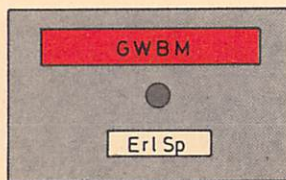

Bild 14
- (3) Ist ein von der Taktprüfeinrichtung überwachter Abschnitt besetzt, leuchtet der Gleiswechselbetriebsmelder rot (vgl. Bild 14). **Taktprüfeinrichtung belegt**